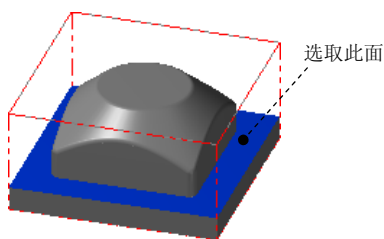
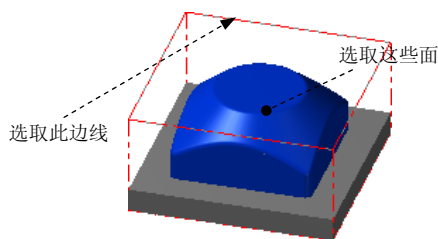

图 6.17 选取加工面
图 6.18 选取干涉面
Step2. 设置加工区域。在图形区中选取图 6.17 所示的曲面，然后按 Enter 键，系统弹出“刀具路径的曲面选取”对话框。单击 **干涉面** 区域中的  按钮，选取图 6.18 所示的面（共 22 个）为干涉面，然后按 Enter 键。在 **边界范围** 区域中单击  按钮，系统弹出“串连选项”对话框。在图形区中选取图 6.18 所绘制的边线，单击两次  按钮完成加工区域的设置，同时系统弹出“曲面精加工浅平面”对话框。